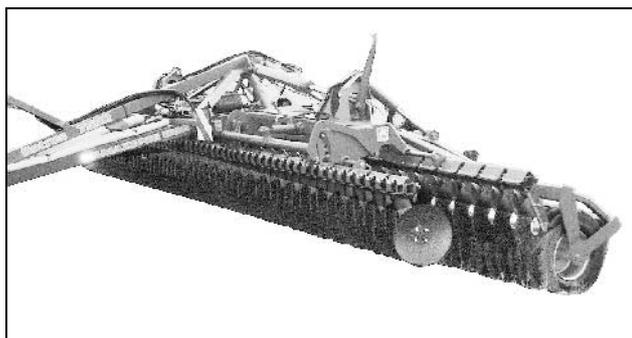

Рис. 22
- Поднимите весь агрегат Положение на разворотной полосе! (Рис. 22)